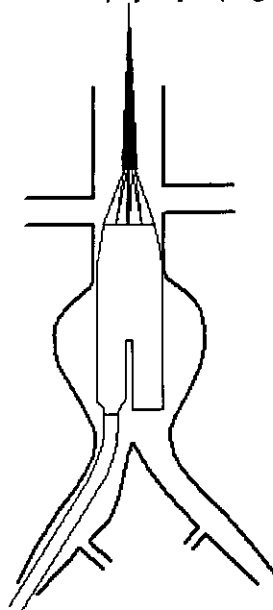

Fig. 5 Desplegar de la rama corta de la Prótesis Artificial AAA
- 5.11 Retirar la vaina externa bajo monitoreo hasta que la rama corta se haya abierto. Asegurarse de mantener el tubo de empuje fijo (Fig. 5)